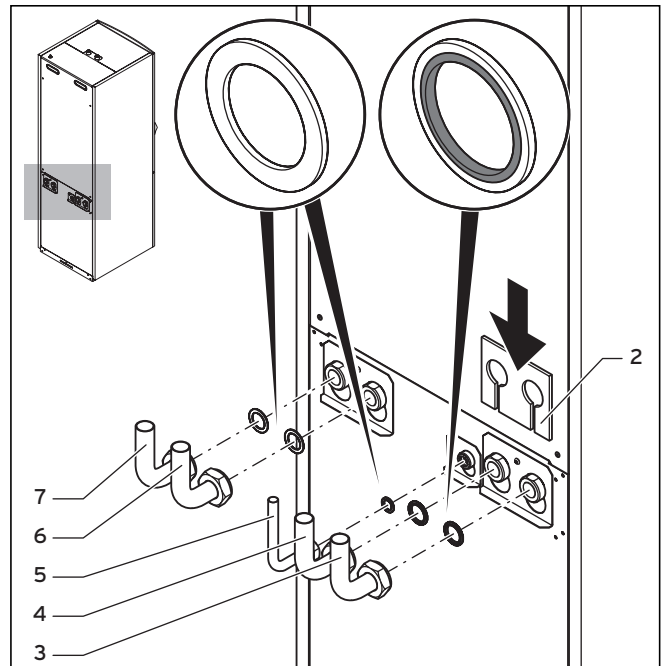

Abb. 5.4 Anschlusswinkel montieren
Falls an den Anschlüssen des Solekreises (→ **Abb. 5.4, Pos. 3 und 4**) nicht die Dichtungen mit Metallstützring verwendet werden, kann es zu Undichtigkeiten kommen!
- Die Rohrinstallation und die Verwendung der Dichtungen muss gemäß → **Abb. 5.4** erfolgen.
Legende zu Abb. 5.4
- Schließen Sie die Vorlaufleitung an (→ **Abb. 5.4, Pos. 7**).
- Schließen Sie die Rücklaufleitung an (→ **Abb. 5.4, Pos. 6**).
- Schließen Sie das Ausdehnungsgefäß des Heizkreises an (→ **Abb. 5.4, Pos. 5**).
- Schließen Sie die Soleleitungen an die Wärmepumpe an (→ **Abb. 5.4, Pos. 3 und 4**).
- Montieren Sie die zur Wärmedämmung des Anschlussblechs vorgesehene Isoliermatte (→ **Abb. 5.4, Pos. 2**).